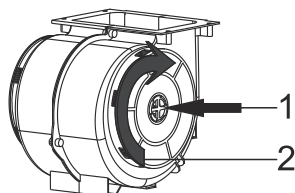

Fig. 5: FILTRO DE CARBÓN AF 100
- 1-Coloque el filtro de carbón en su carcasa.Fig. 5
- 2-Gire el filtro de carbón en el sentido de las agujas del reloj y asegúrese de que está completamente asentado.Fig. 5